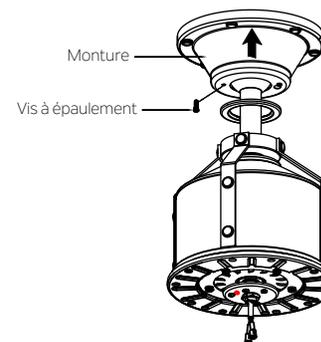

Fig. 15
Étape 2. Assembler la monture en faisant tourner le logement de clavette dans la monture sur la vis à épaulement dans le support de montage. Réinstaller la vis à épaulement retirée précédemment, puis resserrer fermement les deux vis à épaulement. (Fig.15)